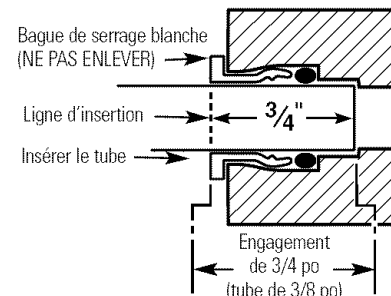

Fig. 9
3. Poussez fortement le tuyau dans chaque raccord du distributeur jusqu'à ce que la ligne soit au niveau du collier de raccord. (Si le tuyau est enlevé, recoupez l'extrémité, mesurez, marquez et ré-insérez). Le tuyau doit être bien inséré pour éviter les fuites (Fig. 9). **(Pour enlever le tuyau : Pressez et tenez le collier blanc; tirez le tuyau pour l'enlever.)**